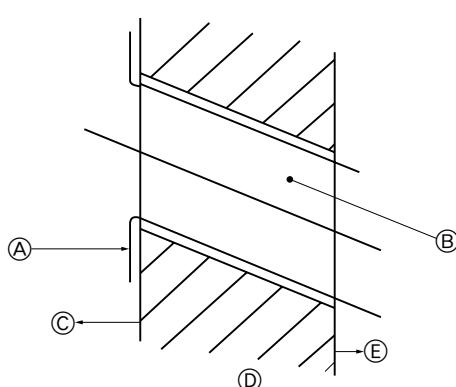

Fig. 3-7
*2) Forage de l'orifice des tuyaux (Fig. 3-7)